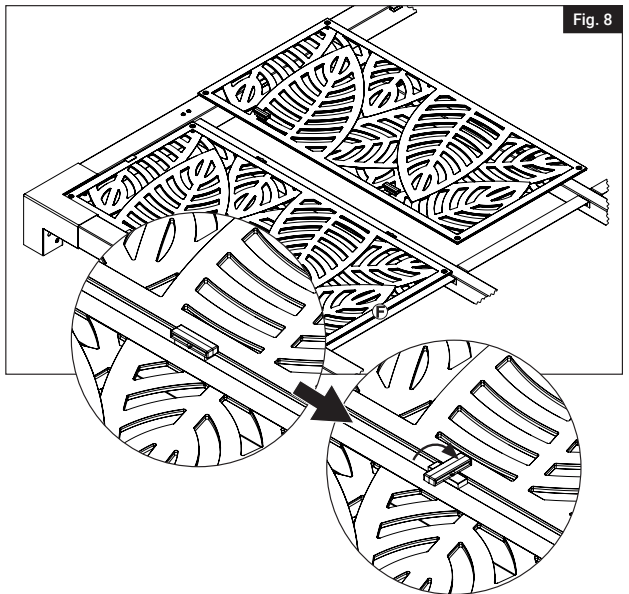

Fig. 8
Lock decorative screen panels into place using provided Cam Locks (H). Insert Cam Lock and twist 90 degrees to secure panels (Fig. 8).
Fixer les panneaux-écrans décoratifs en place au moyen des verrous à came fournis (H). Insérer le verrou à came et le faire tourner à 90 degrés pour fixer les panneaux (Fig. 8).
Asegure los paneles decorativos en su lugar utilizando los cierres excéntricos (H) suministrados. Inserte el cierre excéntrico y gírelo 90 grados para asegurar los paneles (Fig. 8).